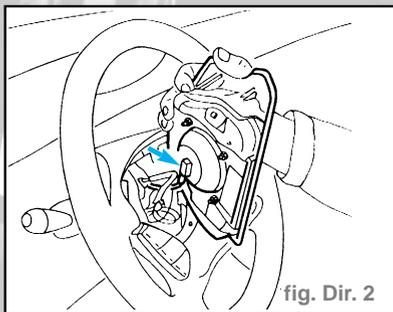

fig. Dir. 2
- Déplacer légèrement le module d'airbag, en opérant avec précaution, désarmer le connecteur indiqué en veillant à ne pas le tirer par le câble mais bien par le corps, ensuite enlever le module d'airbag et l'appuyer sur la table de travail avec la couverture orientée vers le haut (fig. Dir. 2).